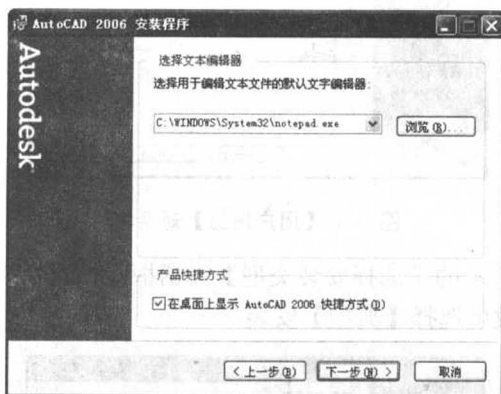

图 1.11 【选择文本编辑器】对话框
(8) 确定安装路径后，单击【下一步(N)>】按钮，弹出如图 1.11 所示的【选择文本